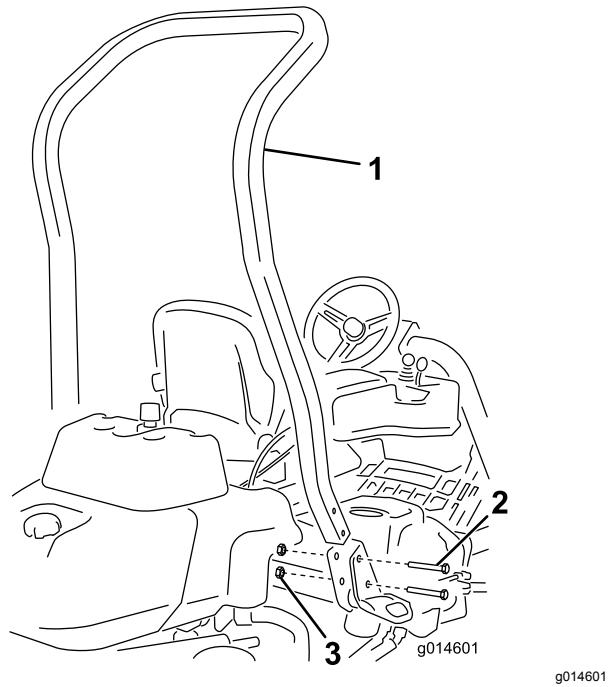

Figura 3
3. Instale la barra antivuelco en los alojamientos laterales de la máquina usando 4 pernos (1/2" x 3 3/4") y cuatro tuercas con arandela prensada (1/2") (Figura 3)..